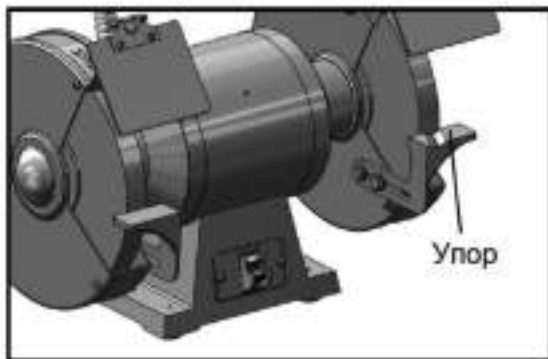

Рис. 4
5. Установите на станок упоры (рис. 4) и отрегулируйте зазор между краем упора и шлифовальным кругом. Он должен быть не более 2 мм.